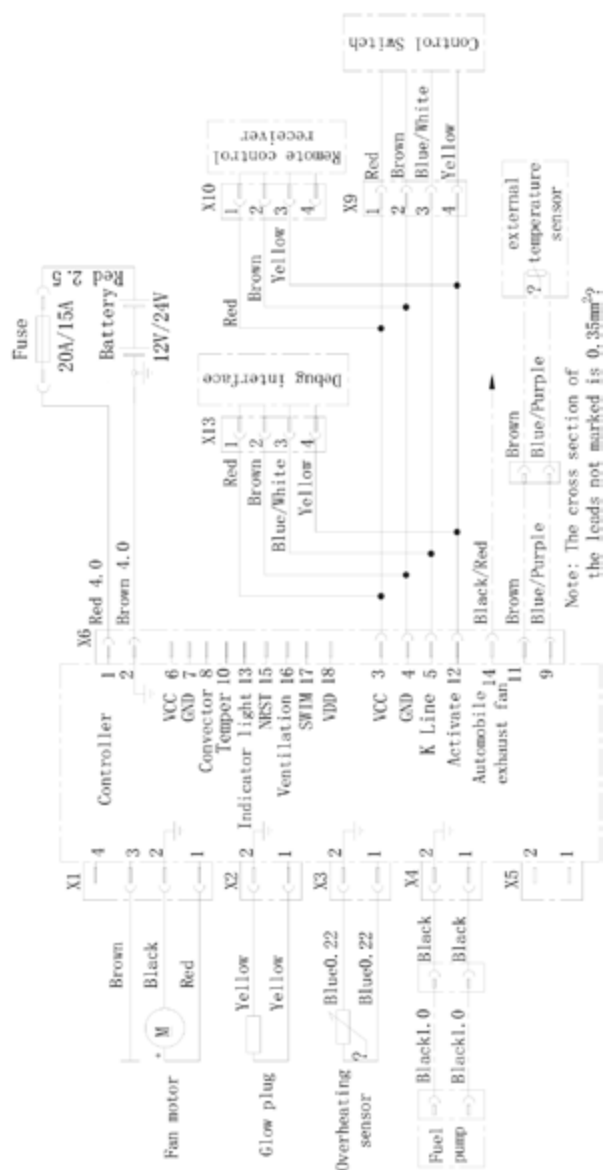

Fig. 41
- ☐ Gli schemi elettrici del riscaldatore sono riportati nella Fig. 41 (pagina 120) e nella Fig. 42 (pagina 121).